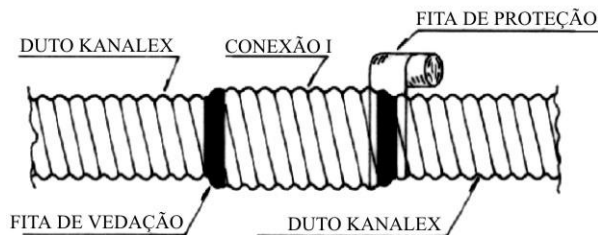

Figura 27
- e) Aplicar la cinta aislante o mástique y, a continuación, la cinta de protección en todo el perímetro de la conexión I (Figura 27).